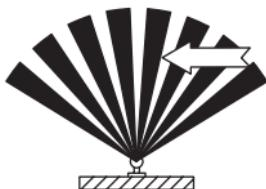

Рисунок 7. Наибольшая чувствительность
- при настенном креплении светильника наибольшую чувствительность встроенный датчик движения имеет, когда движущийся объект перемещается перпендикулярно лучам зоны обнаружения (рисунок 7).